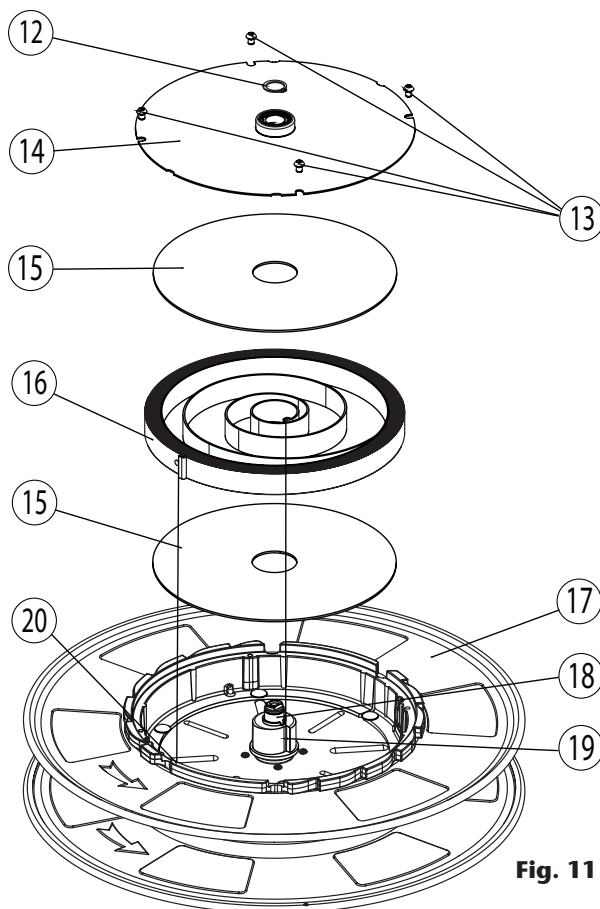

Fig. 11
7. Con el tambor apoyado en una superficie plana, retire el Circlip (12) (fig. 11) que fija el eje. Seguidamente, afloje los tornillos (13). Extraiga con cuidado la tapa (14) que saldrá junto con el rodamiento. Retire el disco silenciador (15) y seguidamente el resorte (16), tenga cuidado de no extraer la fijación resorte (19) que estará ligeramente sujeta al centro del resorte.
9. Aplique una ligera capa de grasa en el habitáculo para el resorte, y proceda a instalar el nuevo resorte tomando las mismas precauciones. Asegúrese de que los ganchos del resorte coinciden correctamente con los ganchos del tambor (20) (fig. 11) y de la fijación resorte (19) (fig. 11).
10. Una vez el resorte esté en el habitáculo, cubrirlo con el disco silenciador (15) (fig. 11) y con la tapa (14) (fig. 11).
11. Una vez colocada la tapa, girarla hasta que esté bien alineada con la pieza perimetral sobre la que encaja (las ranuras han de coincidir). Tras esto, apretar los tornillos (13) (fig. 11).
12. Tras montar la tapa, monte el circlip (12) (fig. 11) y lleve el conjunto tambor, al bastidor.